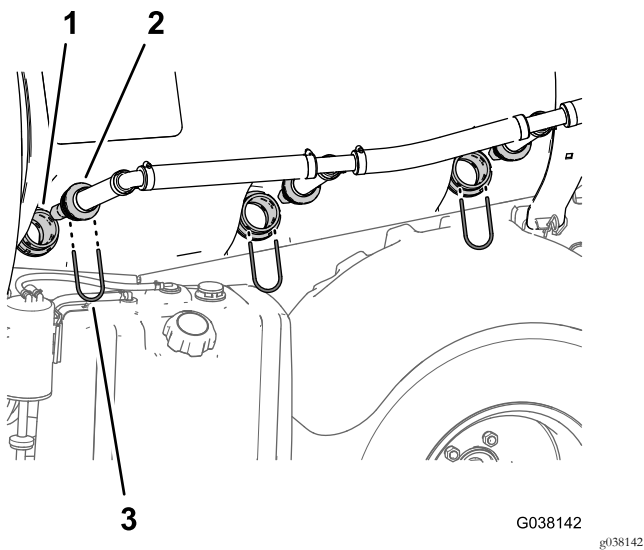

Figura 20
1. Rimuovete i 3 fermi che fissano gli ugelli dell'agitatore ai raccordi del diaframma sul lato sinistro del serbatoio dell'irroratrice (Figura 20).
2. Rimuovete gli ugelli dell'agitatore dai raccordi del diaframma (Figura 20).